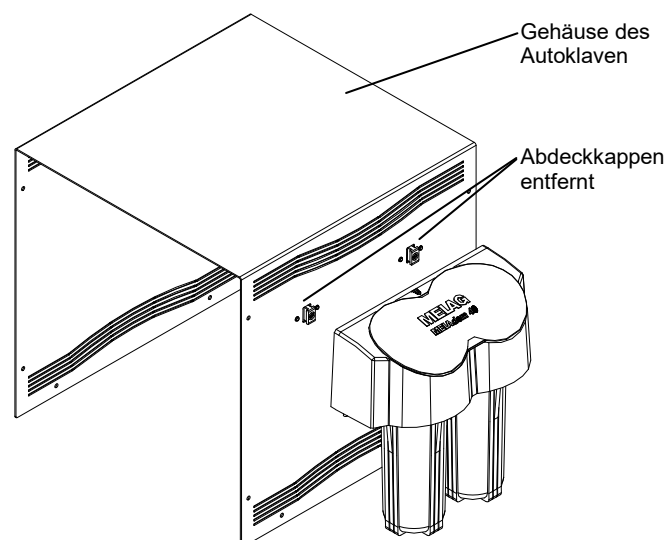

Abb. 3: Seitenansicht - Gerätehaube eines MELAG Autoklaven
- MELAdem 40 wie in Abb. 3 senkrecht von oben einhängen und nach unten schieben, bis das Gehäuse der MELAdem 40 in die Aufnahmen einrastet. Die Endposition ist nachfolgend abgebildet.